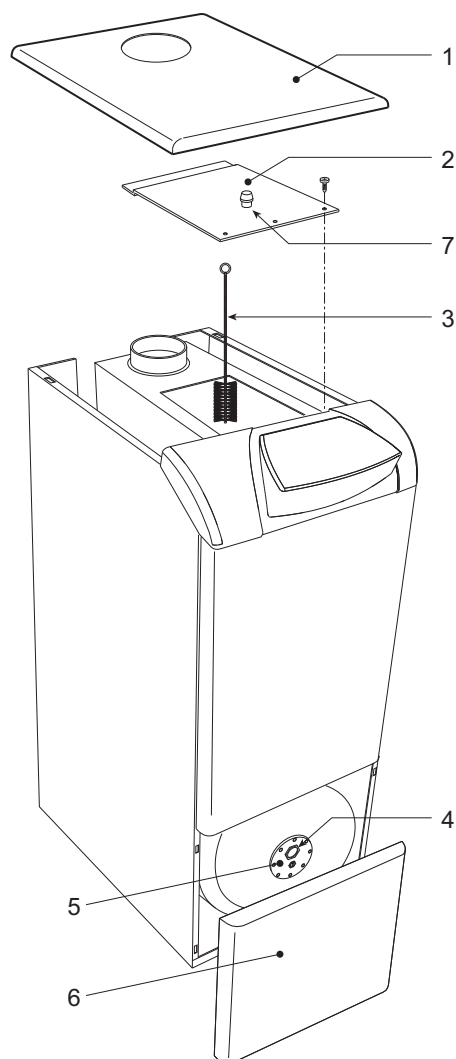

рис. 21 - Очистка котла
Для выполнения очистки котла следуйте (рис. 21) нижеприведенным указаниям:
- Демонтируйте лицевую панель бойлера (6 - рис. 21).
Состояние магниеого анода (4 - рис. 21) можно проверять снаружи, отвинтив его от фланца бойлера (после перекрытия подачи воды в систему ГВС и опорожнения бойлера).
Внутри котла, в верхней части прерывателя тяги, предусмотрена одна точка отбора проб дымовых газов (поз. 7 - рис. 21).